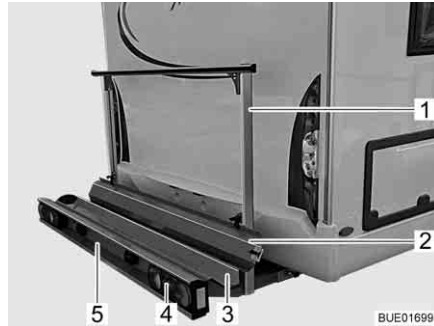
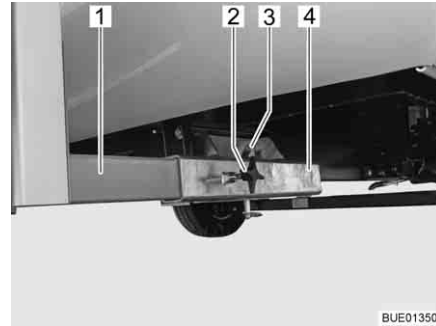

Bild 4 Lasthållare
Bild 5 Fäste på fordonet
Lasthållaren (Bild 4) är avsedd för en motorcykel eller en moped med en vikt på upp till 130 kg.
- Bärplatta (Bild 4,3) och hållbygel (Bild 4,1) med fäste på fordonet (Bild 5)
- Bakljus (Bild 4,4)
- Nummerplåtsbelysning (Bild 4,5)
- Uppkörningsskena (Bild 4,2)
Lasthållarens två längsgående balkar (Bild 5,1) fixeras med vingskruvar (Bild 5,2) i fyrkantfästena (Bild 5,4) i fordonsgolvet. Lasthållaren säkras med en sprint (Bild 5,3) med låsring.